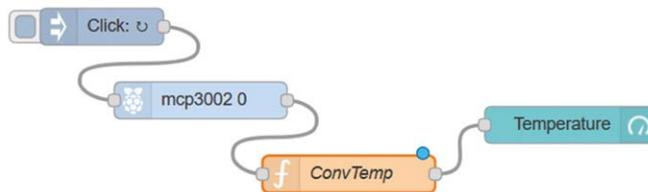
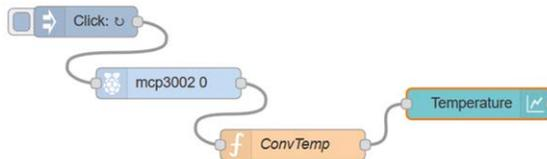
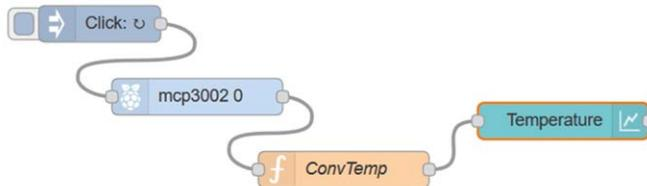

Figure 8.3 Programme de flux du projet
Figure 8.7 Programme de flux de l'exemple
Figure 8.10 Programme de flux de l'exemple
Programme de flux Node-RED : La figure 8.3 montre le programme de flux qui se compose de 4 nœuds : **injecter** nœud, un **Convertisseur A/D** nœud, un **fonction** nœud et un **jauge** nœud.
- Créer un **jauge** nœud et connecter tous les nœuds ensemble comme indiqué à la figure 8.3. Configurer le nœud comme suit :
Le programme de flux est le même que dans la figure 8.3, mais le **jauge** le nœud est remplacé par un **graphiquenœud** et un **Graphique linéaire est choisi comme indiqué à la figure 8.7.**
Le programme de flux est le même que dans la figure 8.3, mais le **jauge** le nœud est remplacé par un **graphique**. On choisit un graphique à barres comme indiqué sur la figure 8.10.